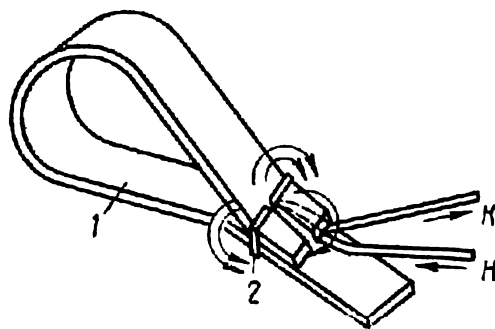

Рис. 31. Схема обшивки петли:
5.2.115. Прогладить ленту утюгом. Выбрать участок без дефектов и отрезать кусок длиной 140 мм. Обшить нитками № 40 конец ленты под валик нижней шторки, сделав петлю по старому образцу. Обшивку петли производить согласно рис. 31, концы нитки завязать двойным узлом, излишек отрезать. Обшитый конец промазать казеиновым клеем «Экстра» и обжать, излишки клея снять и дать ленте просохнуть на воздухе. От конца обшитой пет-